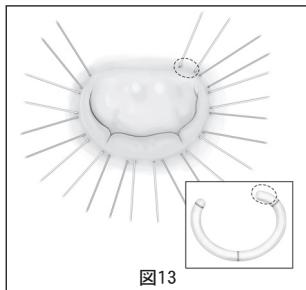

図13
- 各縫合糸は、弁尖と心房の接合部の1~2mm外側の弁輪に掛けるようにします(図13)。後交連部の先には少なくとも一針が必要です(図内、点線の丸で示した部分)。この追加針は、後交連部マーカーを超えた部分に対応します。